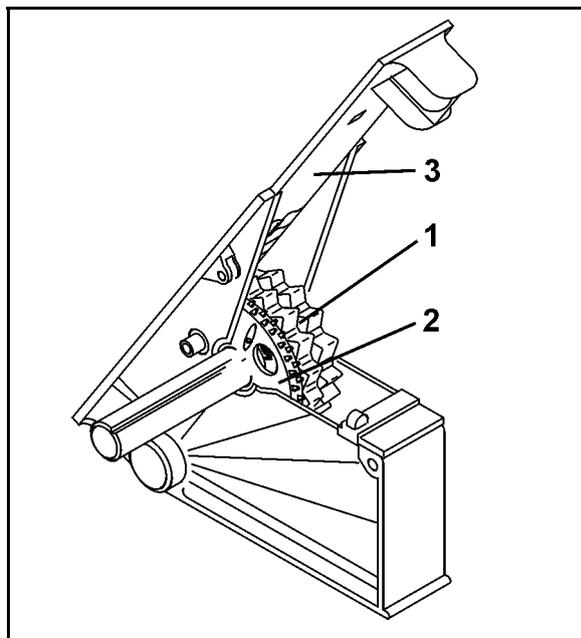

Fig. 12
- o uma roda de sementeira normal (Fig. 12/1) e
- o uma roda de sementeira fina (Fig. 12/2).
As válvulas de fecho (Fig. 12/3) são ajustáveis em 3 posições e devem ser ajustadas de acordo com as sementes.